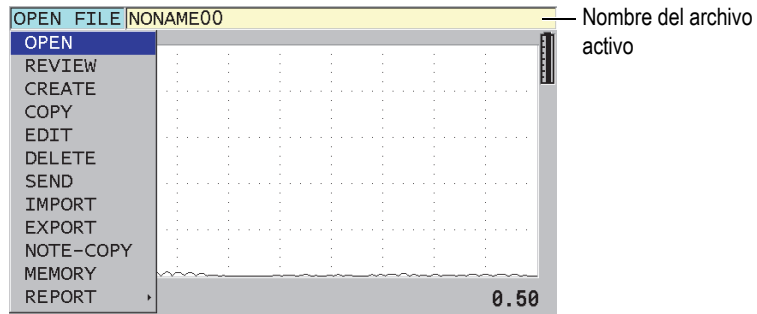

Figura 5-10 Nombre del archivo activo en la zona de identificación
El registrador de datos del 39DL PLUS es un sistema basado en archivos que permite abrir un archivo a la vez. El archivo activo almacena una medida con un número de identificación en una localización de medición de espesor. Cada vez que la tecla **[SAVE/SEND]** es pulsada, la lectura de la medición, que aparece en la pantalla, es almacenada con el número de identificación (ID) en curso del archivo activo. El número de identificación incrementará automáticamente en las siguientes mediciones. Al pulsar la tecla **[FILE]**, el nombre del archivo activo aparece en la zona de identificación (arriba del menú) [ver Figura 5-10 en la página 98].